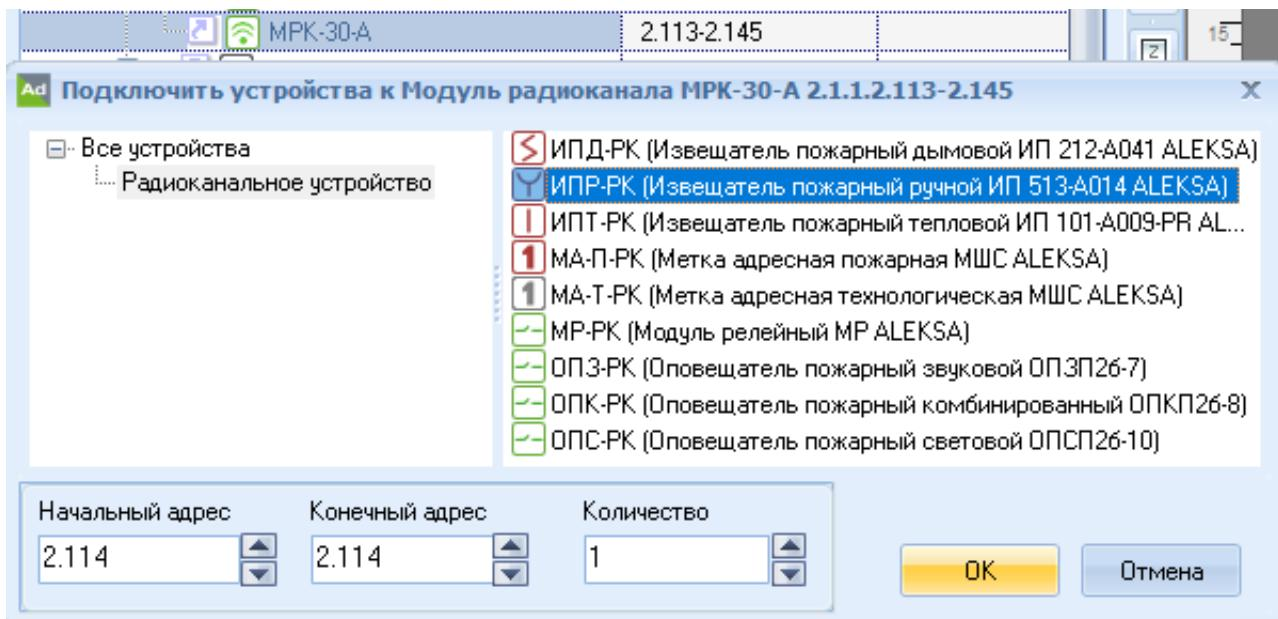

Рисунок 15
6.2.2 Для подключения радиоканальных устройств необходимо выделить МРК-30А в дереве «Устройства», нажатием правой кнопки мыши вызвать контекстное меню и выбрать команду «Подключить». В открывшемся окне отобразятся все поддерживающие на данный момент устройства серии «ALEKSA». Следует выбрать нужное устройство и нажать кнопку ОК. В этом же окне можно выбрать количество подключаемых устройств и диапазон их адресов (рисунок 15).